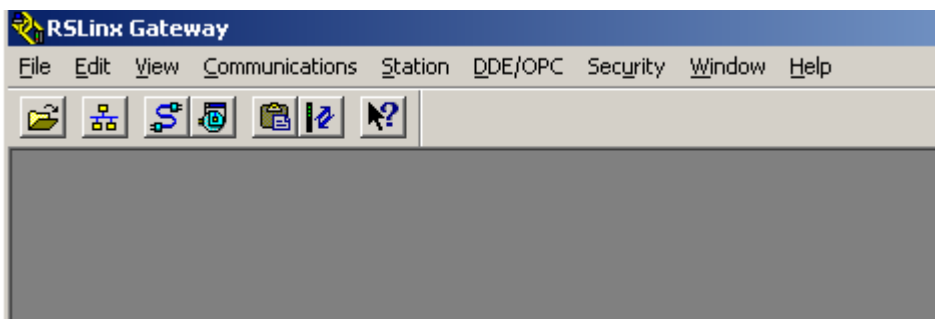

图 3-10 RSLinx 启动界面
2. RSLinx 通讯组态。单击 *Start->Program->Rockwell Software->RSLinx->RSLinx*，启动 RSLinx，如图 3-10 所示。